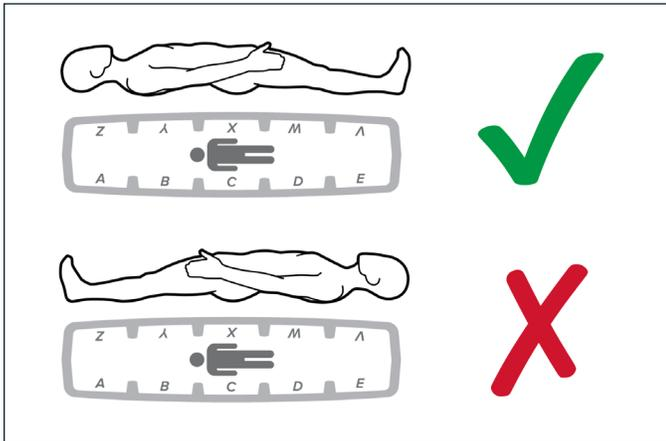

Figure 4
3. S'assurer que la base du repose-genoux est orientée correctement en faisant correspondre le sens de l'étiquette et l'axe supérieur/inférieur du patient, puis l'installer sur la barre de positionnement. (Figures 4 et 5)